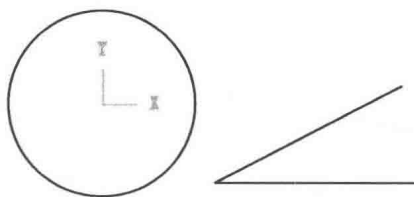
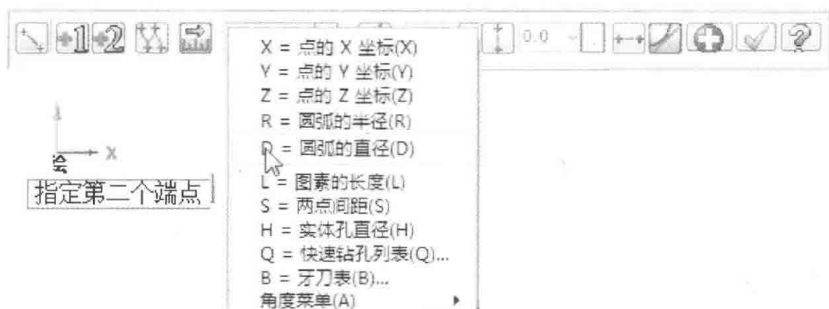
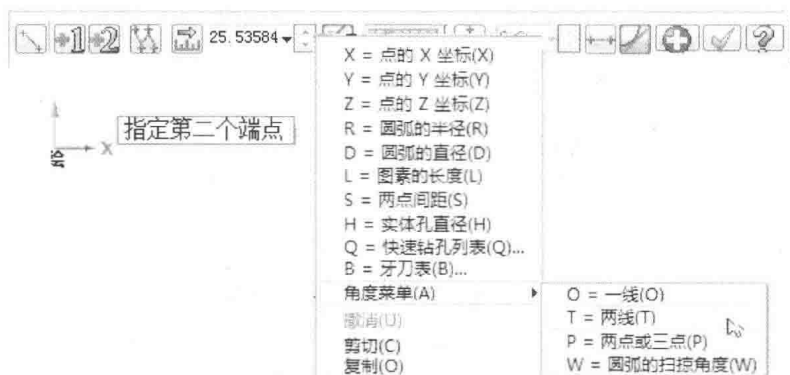
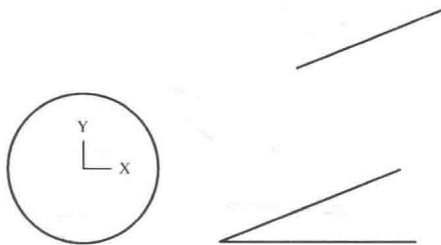

图 1-2 快速拾取例题
图 1-13 直线长度=圆弧的直径(D)
图 1-14 直线极坐标=角度菜单/两线
图 1-15 任务二结果
应用快速拾取功能, 用极坐标方法绘制一条直线, 直线的一端点为(10,5), 角度为图 1-2 中两直线之间的锐角, 直线长度为图 1-2 中圆的直径。
- (1) 选择菜单上的【绘图】/【线】/【两点绘线】命令，或者单击工具栏上的快捷按钮 ，系统提示指定第一个端点。
- (2) 输入(10,5,0)按 Enter 键，再将鼠标移至直线长度文本框(图 1-13 所示区域)，单击鼠标右键，选择快捷菜单中的“D= 圆弧的直径(D)”，按提示选择图 1-2 中的圆。
(3) 在图 1-14 所示的区域中,单击鼠标右键,选择快捷菜单中的“角度菜单(A)”/“两线”命令,然后逆时针点选图 1-2 中的两条直线,按 Enter 键,图形窗口显示出需绘制的直线,最后单击【两点绘线】操作栏中的确定  按钮,即可绘出图 1-15 所示直线。